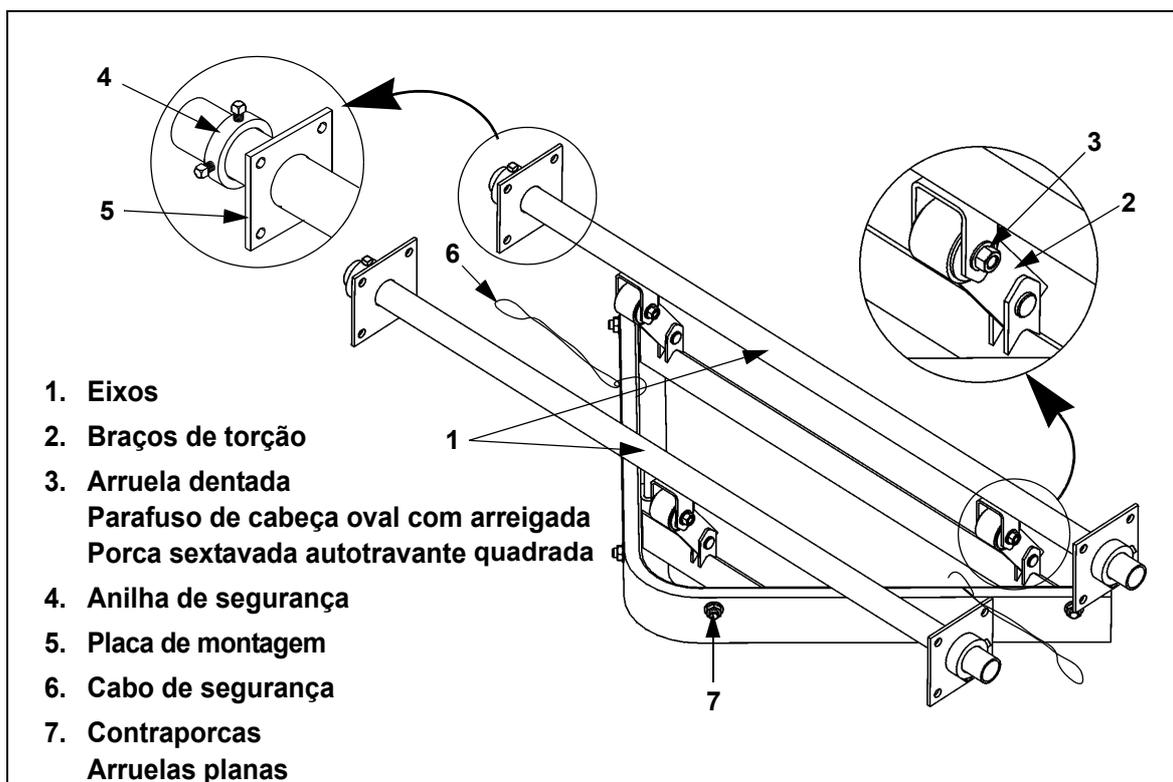
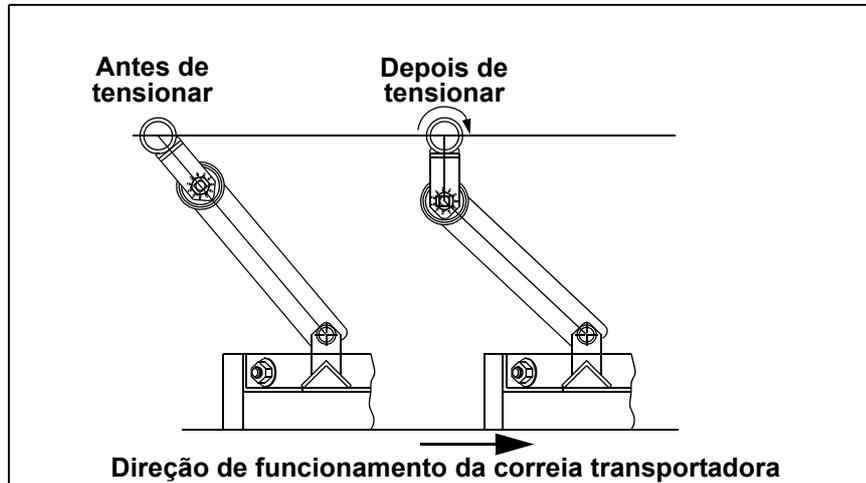

Fig. 5: Instalação do raspador em V
Fig. 6: Tensionamento do raspador em V
1. Inserir os eixos (1, fig. 5) pelos furos. Aparafusar os braços de torção nos eixos, soltos.
2. Centrar a lâmina do raspador na correia transportadora. Inserir uma anilha de segurança (4, fig. 5) do lado oposto de cada eixo até à placa de montagem (5, fig. 5). Apertar os dois parafusos de regulação na anilha de segurança.
3. Ter em atenção a fig. 6. Afastar a lâmina do raspador do tambor de retorno até os encaixes do eixo e dos braços de torção estarem alinhados em linha reta, como mostrado. Apertar as porcas sextavadas autotravantes (3, fig. 5) com 130 +/- 6 Nm.
4. Com uma ferramenta adequada, rodar os eixos no sentido indicado na fig. 6 até os encaixes dos eixos se encontrarem num ângulo de 90° em relação à correia transportadora e a lâmina estar nivelada sobre a correia transportadora, sem pressionar
5. Bloquear os eixos nesta posição, apertando os dois parafusos de regulação na anilha de segurança (4, fig. 5).
Ter em atenção a figura 7. Fixar dois cabos de segurança (6, fig. 5) com um comprimento conforme a tabela 4 na estrutura de apoio ou numa construção adequada. Os cabos não devem ter mais de 50 mm de flecha.
- Retirar as contraporcas e arruelas planas (7, fig. 5), através das quais a lâmina está fixada ao ângulo da estrutura.